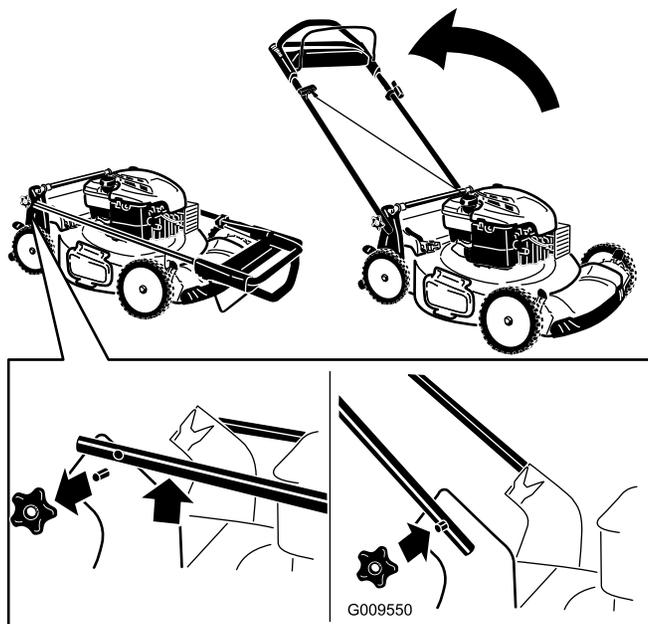

Рисунок 3
1. Снимите круглые рукоятки с машины (Рисунок 3).
3. Установите и затяните круглые рукоятки, снятые на этапе 1 (Рисунок 3).